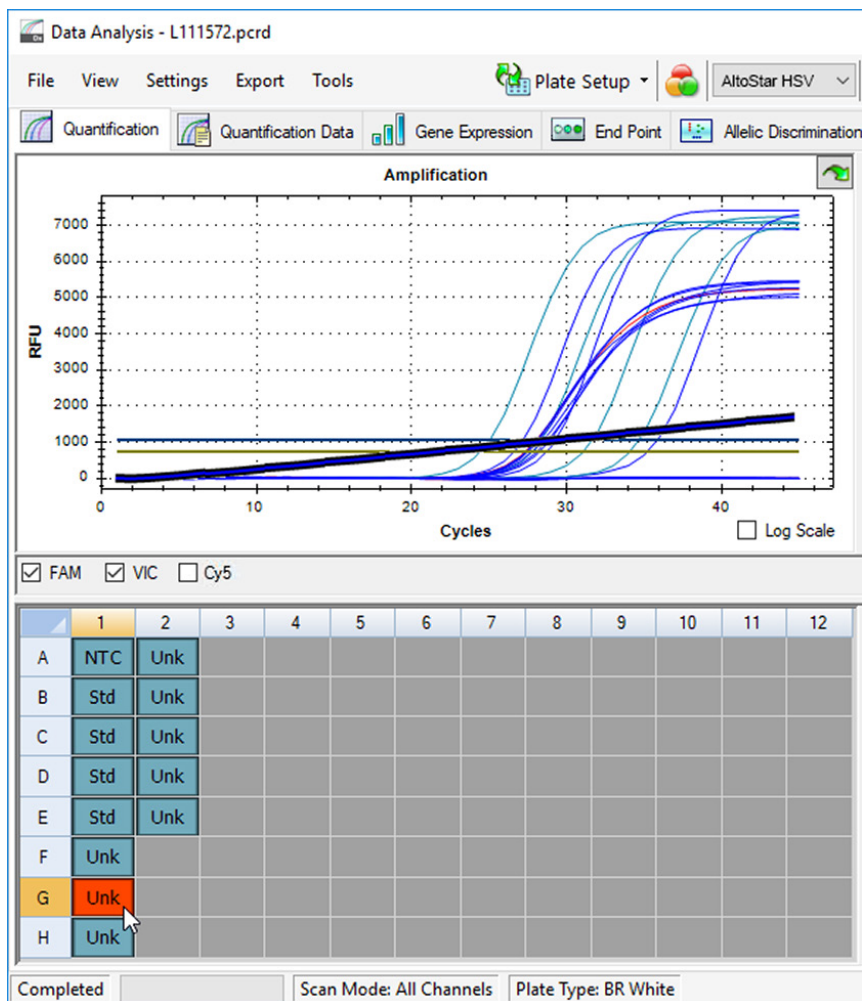

Abb. 6: Fenster Data Analysis (Datenanalyse): irreguläres PCR-Signal
2. Identifizieren Sie Wells mit irregulären PCR-Signalen (lineare Signalzunahme, Signalspitzen usw.) in den Detektionskanälen FAM™ (HSV-1-Ziel), VIC™ (IC) und Cy5 (HSV-2-Ziel) (siehe Abbildung 6).